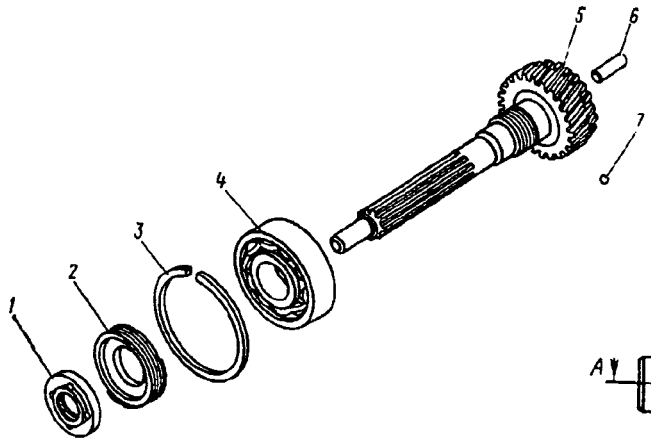

Рис. 144. Разборка ведущего вала коробки передач:
26. Расчеканьте и отверните гайку 1 (рис. 144). Резьба гайки левая	Ключ для круглых гаек, молоток, зубило
105. Напрессуйте подшипник 4 на ведущий вал 5 (см. рис. 144)	Пресс, оправка